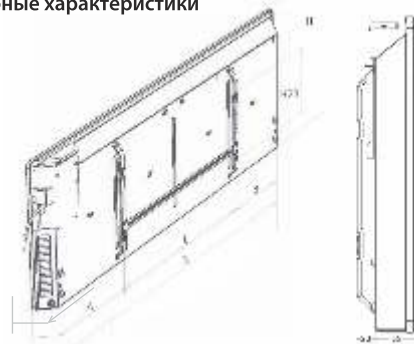

Рис. 2
Габаритные размеры конвектора согласно рис. 2 приведены в таблице 2
3. В соответствие с рис. 2, 4 и таблицей 2 определите место установки конвектора с соблюдением минимальных расстояний от предметов и минимального расстояния от пола.